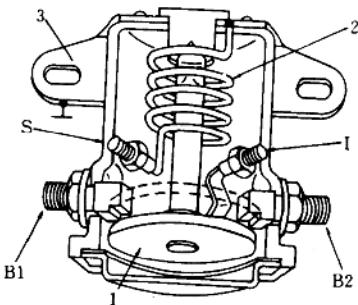

图 1-2 启动继电器（切诺基汽车）
① 启动发动机，如果听启动继电器无响声，可用起子连接继电器的电池（B1）接柱和起动机（B2）接柱（图 1-2），若起动机不转动，并且连接两接柱时无火花，说明起动机至启动